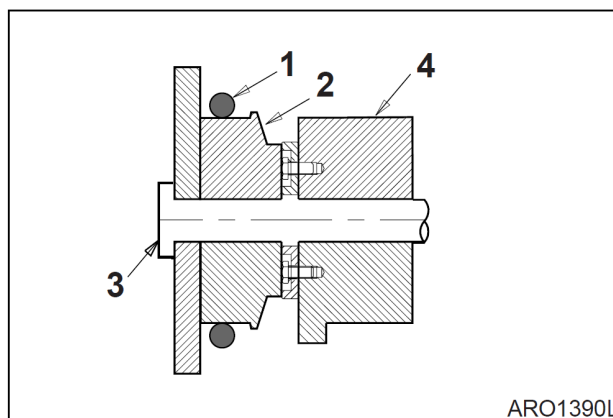

Рис. 7
2. Переместить старую уплотнительную прокладку (1, рис. 7) на выступ (2) вокруг пальца ковша (3). Удалить палец ковша и убрать рукоять или рычажный механизм ковша (4), чтобы они не мешали.
4. Выровнять рукоять или кулису с отверстием пальца ковша и вставить палец ковша (3, рис. 7).